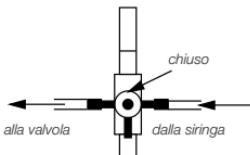

Fig. 8
- Per rimuovere tutta l'aria dall'attrezzatura sterile assemblata ai fini della prova girare il rubinetto a tre vie come illustrato nella Fig. 8.
- Girare il rubinetto a tre vie come illustrato nella Fig. 8, in modo da isolare il manómetro.